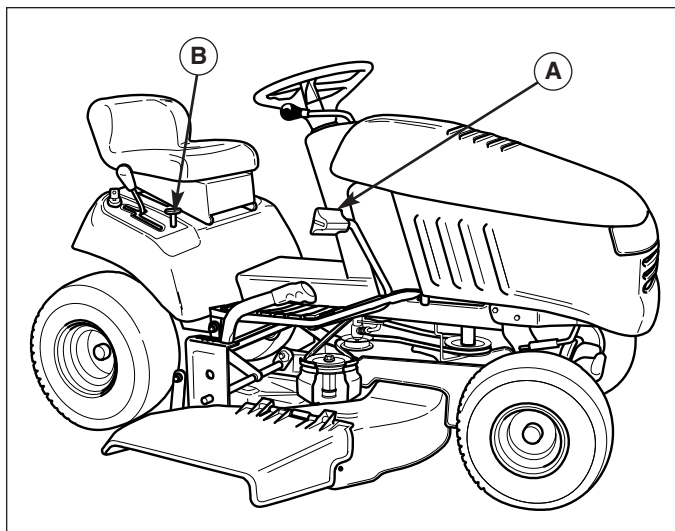

Figure 2. Fonctionnement de la pédale d'embrayage/frein
1. Appuyer sur la pédale d'embrayage/frein (A, Figure 2) pour désengager la transmission. Enfoncer la pédale complètement pour serrer le frein du tracteur.
2. Pour mettre le frein de stationnement, enfoncer complètement la pédale d'embrayage/frein et tirer sur le bouton du frein de stationnement (B, Figure 2).
1. Enfoncer la pédale d'embrayage/frein (A, Figure 2) pour désengager la courroie de transmission et actionner le levier de changement de vitesse.